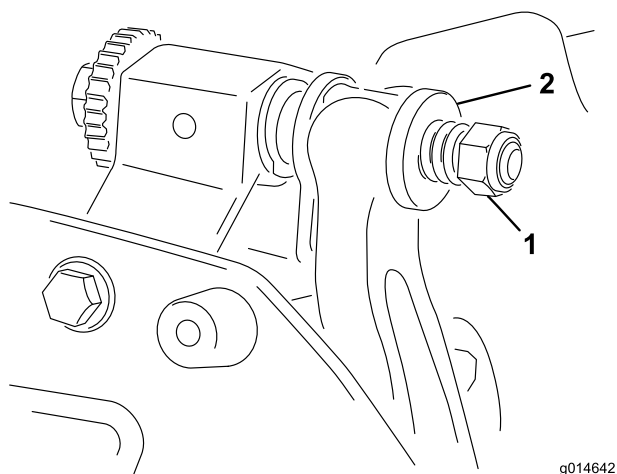

Figura 16
6. Apriete la tuerca de tensado del muelle hasta que el muelle esté comprimido del todo, luego aflójela 1/2 vuelta (Figura 16).